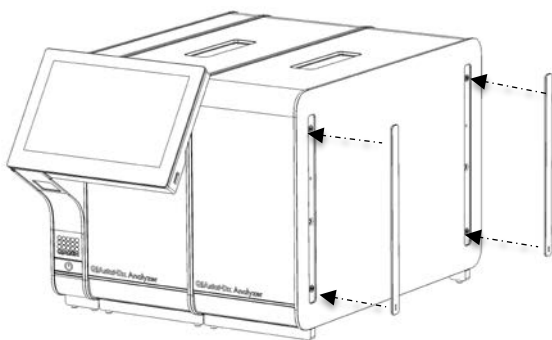

Рис. 17. Повторное крепление защитных накладок на дополнительном аналитическом модуле.
5. Снова прикрепите защитные наклейки к боковой стороне дополнительного аналитического модуля (рис. 17).